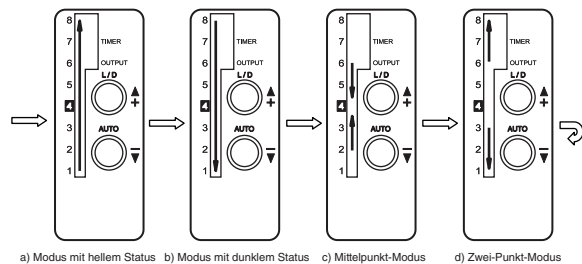

Abbildung 1. LED-Blinksequenz für Modi für die automatische Teach-In-Programmierung
- 2) Halten Sie die Taste AUTO gedrückt, und drücken Sie wiederholt auf die Taste "+", um durch die vier verfügbaren Modi für die automatische Teach-In-Programmierung zu blättern. Die Richtung der blinkenden Kontrastanzeige-LEDs (nummeriert von 1 bis 8) gibt den aktuellen Modus für die automatische Teach-In-Programmierung an (siehe Abbildung 1). Sobald der gewünschte Modus angezeigt wird, lassen Sie die Taste AUTO los. Beschreibungen der vier Modi für die automatische Teach-In-Programmierung sind unten aufgeführt.